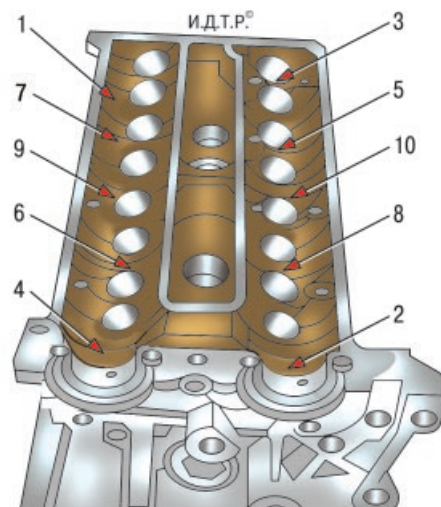

Рис. 5.26. Порядок ослабления затяжки болтов крепления головки блока цилиндров двигателя Duratec Ti-VCT объемом 1,6 л
25. Ослабьте затяжку десяти болтов крепления головки блока цилиндров в порядке, показанном на рис. 5.26, окончательно выверните болты крепления головки и выньте их вместе с шайбами.